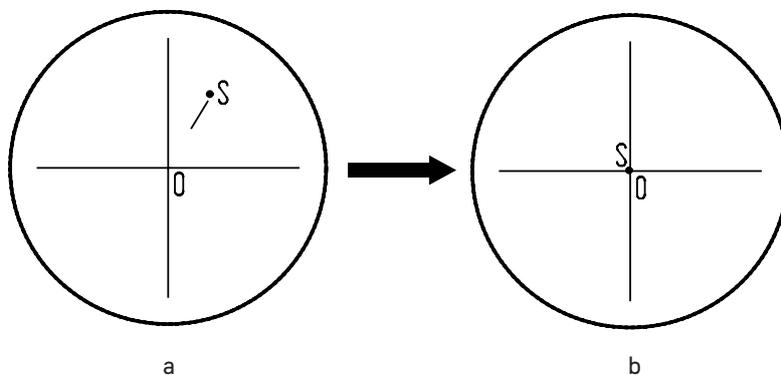

Рис. 14. Настройка канала визуализации
- Установите рукоятку переключения светового потока 4 в положение для наблюдения через окуляры. Наблюдая объект через окуляры, найдите отличительную точку в поле зрения (легко идентифицируемую цель, такую как точка S на рис. 14а), переместите объект на предметном столике так, чтобы данная точка находилась в центре поля зрения как показано на рис. 14б. Для этой процедуры вместо обычного препарата удобно использовать специальный калибровочный слайд с перекрестьем, а вместо обычного окуляра – окуляр с перекрестьем.